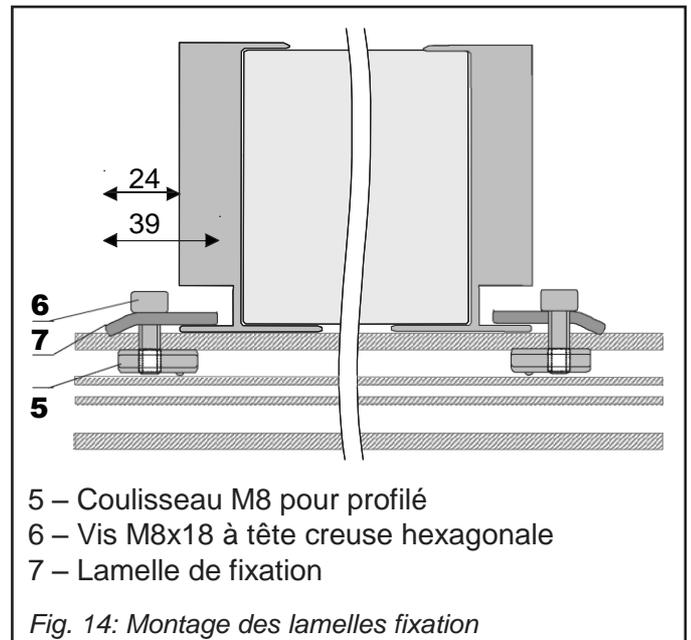

Fig. 14: Montage des lamelles fixation
- Glisser les coulisseaux dans les deux profilés (Fig. 14). Placer les lamelles de fixation sur les profilés et bloquer le capteur avec les vis M8x18.